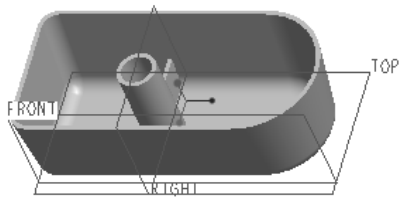

图 6-177 上机练习题
- (1) 孔特征可以分为哪些类型？孔的放置类型主要有哪几种？
- (2) 简述如何创建具有不同壳厚度的壳特征。可以举例辅助说明。
- (3) 筋特征草绘有哪些规则？
- (4) 如何创建轮廓筋和轨迹筋？
- (5) 什么是拔模曲面、拔模枢轴、拔模方向和拔模角度？
- (6) 倒圆角特征主要分为哪几种类型？如何创建可变倒圆角特征？
- (7) 总结创建自动倒圆角特征的典型方法及步骤。
- (8) 倒角可以分为边倒角和拐角倒角，分别说一说这两种倒角的应用特点，以及如何创建它们。
- (9) 如果模型的所有侧曲面均彼此相切，那么在创建基本拔模特征的过程中，要指定所有的侧曲面为拔模曲面时，如何定义拔模曲面效率最高？（提示：选择任意侧曲面。因为所有侧曲面均彼此相切，所以拔模将自动延伸到零件的所有曲面。）
- (10) 综合上机练习：要完成的模型效果如图 6-177 所示，具体尺寸由读者按照效果图自行选定。要求首先创建一个拉伸实体，然后分别在该基本实体中创建拔模特征、孔特征、倒圆角特征、壳特征和筋特征。在随书光盘的“CH6”文件夹中提供了该综合练习题的参考零件模型，其文件为“bc_6_ex10_finish.prt”。
- (11) 如何理解环形折弯和骨架折弯？
- (12) 如何理解修饰草绘、修饰螺纹和修饰槽？它们的创建方法分别是怎么样的？